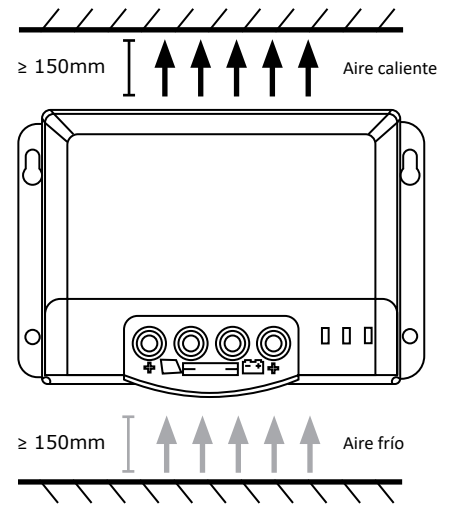

Fig. 3. Instalación y disipación del calor
- **Información:** Al instalar un regulador de carga solar, asegúrese de que haya suficiente aire fluyendo a través del disipador trasero. Deje un espacio de al menos 150mm arriba y abajo del regulador para garantizar la pérdida natural de calor a través de la convección. Si se instala dentro de un recipiente cerrado, asegure una disipación de calor fiable a través del chasis del recipiente que lo contiene (Fig. 3).